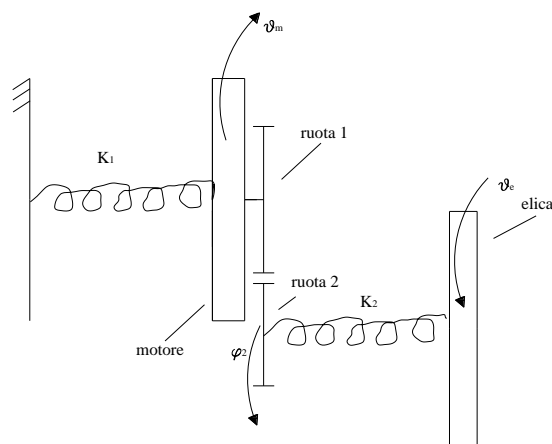

Figura 4. Modello a 2 g.d.l..
Una volta eliminato il volano, il sistema a 3 g.d.l. si modifica in uno a 2 g.d.l. (Figura 4). Le matrici J e K sono ottenibili dalle espressioni (2) eliminando la riga e la colonna relativa alla coordinata del volano: